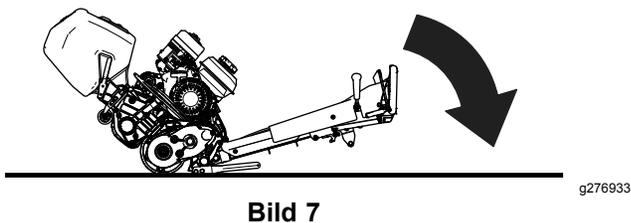

Bild 7
2. Senken Sie den Griff der Antriebseinheit auf den Boden ab, um an das Mähwerk zu gelangen (Bild 7).